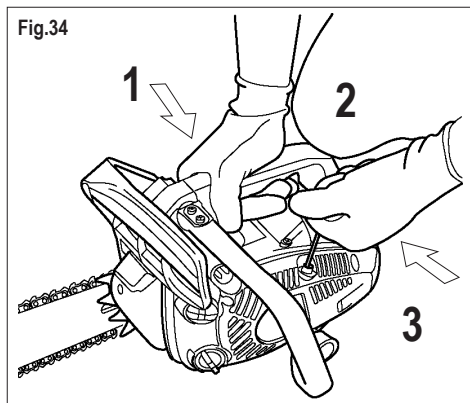

Fig.34
6) Bloquer la tronçonneuse comme en Fig. 34.
Saisir solidement de la main droite la poignée de la tronçonneuse (Fig. 34 - 1) et poser le genou droit sur le boîtier du filtre (Fig. 34 - 2).
- Maintenir la tronçonneuse immobile fig. 34 en laissant tourner le moteur et la chaîne pendant au moins 15 secondes (pour un préchauffage).
3) Tirer énergiquement la poignée du lanceur, jusqu'à la mise en marche du moteur fig. 34.